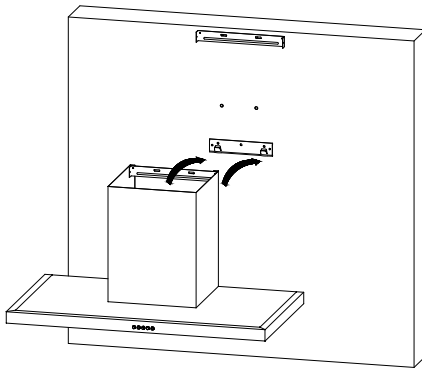

Рисунок 6
6. Вытяжка должна быть подвешена на расстоянии 650 - 750 мм над уровнем варочной панели для ее безопасной и эффективной эксплуатации. См. Рисунок 6. В помещении, в котором работает кухонная вытяжка, должна быть обеспечена достаточная вентиляция.
4. Повесьте вытяжку на кронштейн для крепления вытяжки. См рис. 6.